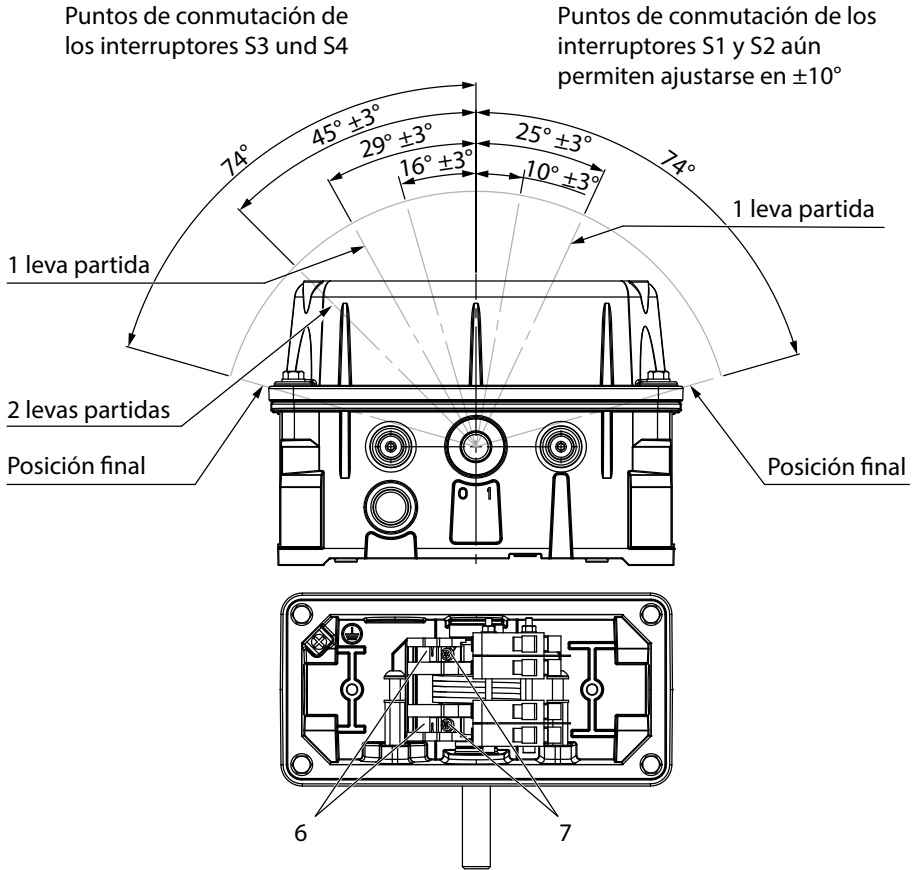

Ilustración 7. Ajustar los puntos de conmutación
5. Compruebe los puntos de conmutación ajustados, ver Ilustración 7 "Ajustar los puntos de conmutación", página 12.